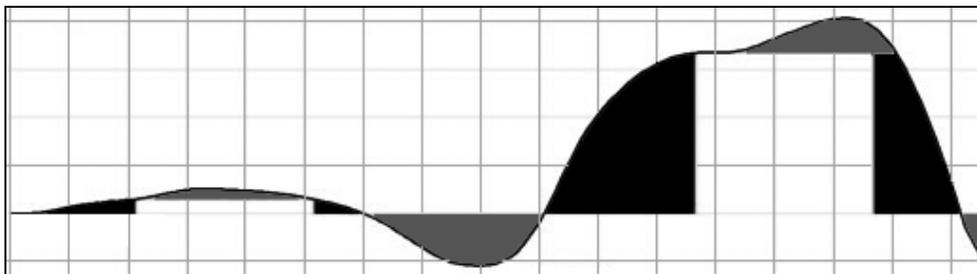

Рис. 1.11. Объект Диаграмма земляных масс
*Диаграммы земляных масс (рис. 1.11).* Служат для измерения объемов диаграммы земляных масс и обозначения точек уклона, точек перехода выемки в насыпь, а также объемов земляных масс, как учтенных, так и не учтенных при составлении сметы.